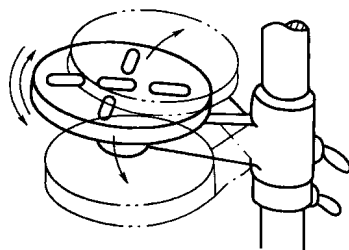

图 1-12 圆柱式台钻工作台
(1) 主轴转速的调整:需根据钻头直径和加工材料的不同选择合适的转速。调整时应先停止主轴的运转,打开罩壳,用手转动带轮,并将V形带挂在小带轮上,然后再挂在大带轮上,直至将V形带挂到适当的带轮上为止。
(2) 工作台上下、左右位置的调整:先用左手托住工作台,再用右手松开锁紧手柄,并摆动工作台使其向下或向上移动到所需位置,然后再将锁紧手柄锁紧。
(3) 主轴进给调整位置:主轴的进给是靠转动进给手柄来实现的。钻孔前应先将主轴升降一下,以检查工作放置高度是否合适。此外,还有一种台钻的工作台是圆形的,可围绕其圆柱形床身旋转,如图1-12所示。